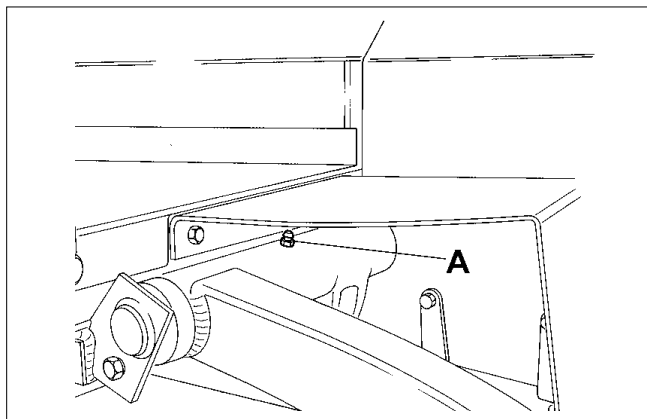

Fig.26
- Lift arm pivots front (A Fig.26).
- (a) Perni dei bracci di sollevamento anteriori (A Fig. 26)